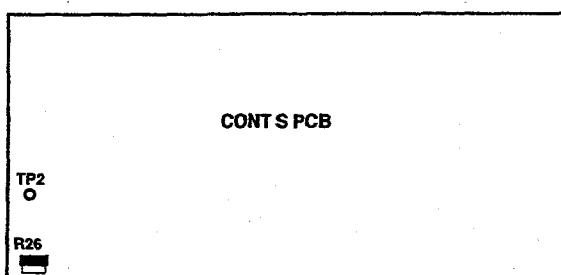

Fig. 2-10
1. Connect the DC voltmeter between TP2 (Fig. 2-10) on the CONT S PCB and GND.
2. When blank tape MTT-5512 is played back in the REV /PLAY mode, adjust R26 (Fig. 2-10) on the CONT S PCB so that the voltage at TP2 reads 2.5 V.
1. CONT S PCB の TP2 (図2-10) と GND 間に DC 電圧計を接続する。
2. REV /PLAY モードで、ブランク・テープ MTT-905 を再生したとき、TP2の電圧が 2.5V になるように CONT S PCB の R26 (図2-10) を調整する。